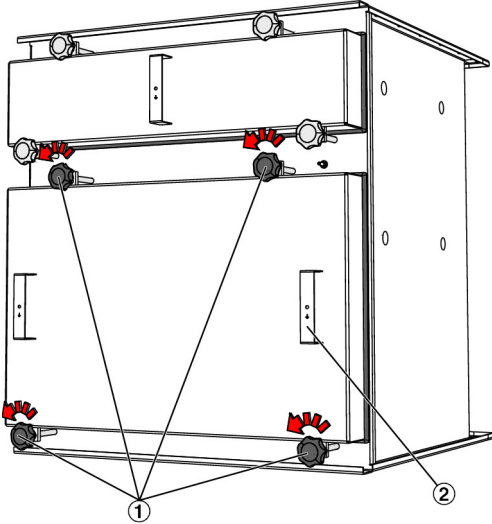

Abb. 8: Deckel öffnen
2. ▶ Am Deckel die Anpressschrauben mit Sterngriff (Abb. 8/1) abschrauben. Deckel an beiden Handgriffen (Abb. 8/2) vom Gehäuse abnehmen und lagern.
2. ▶ Deckel öffnen, Abb. 8